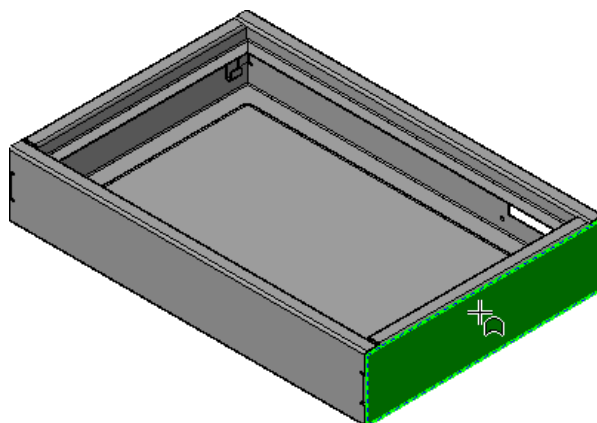

Рисунок 61.
- Укажите грань и создайте эскиз (рис. 61).